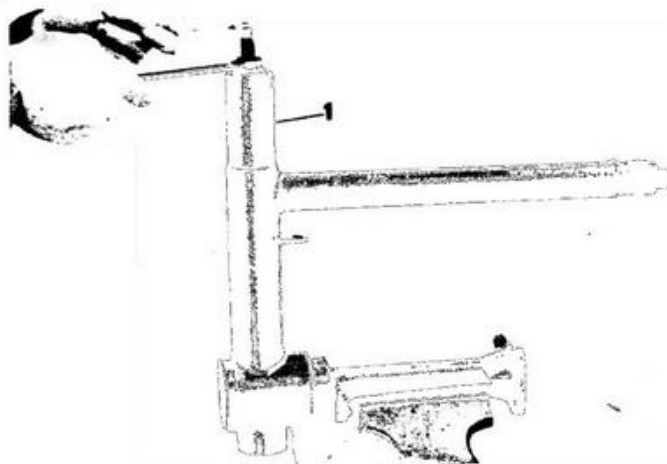

Fig. 116
- i due cuscinetti a rulli conici adoperando estrattore n. 12904700 (vedere 1 di fig. 116) per togliere gli anelli esterni dei cuscinetti pressati sul forcellone.